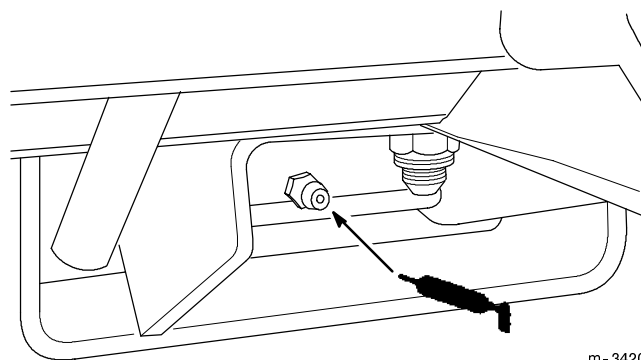

Abbildung 36
6. Den Nippel am Bremspedal schmieren (Abb. 36).